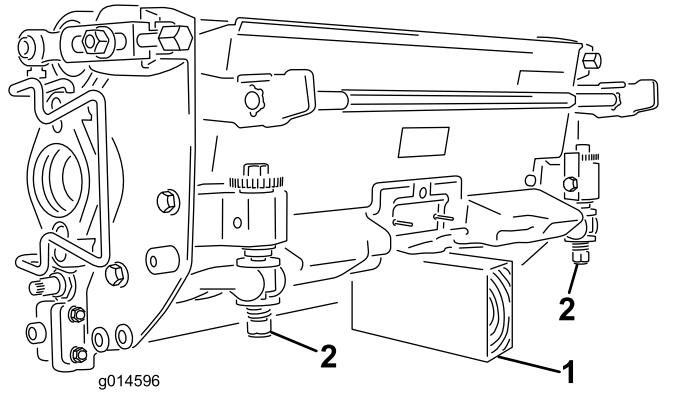

Bild 60
**Wichtig:** Wenn Sie das Mähwerk kippen müssen, stützen Sie das Heck des Mähwerks ab, um sicherzustellen, dass die Muttern an den Einstellschrauben des Untermesserträgers nicht auf der Arbeitsfläche aufliegen (Bild 60).